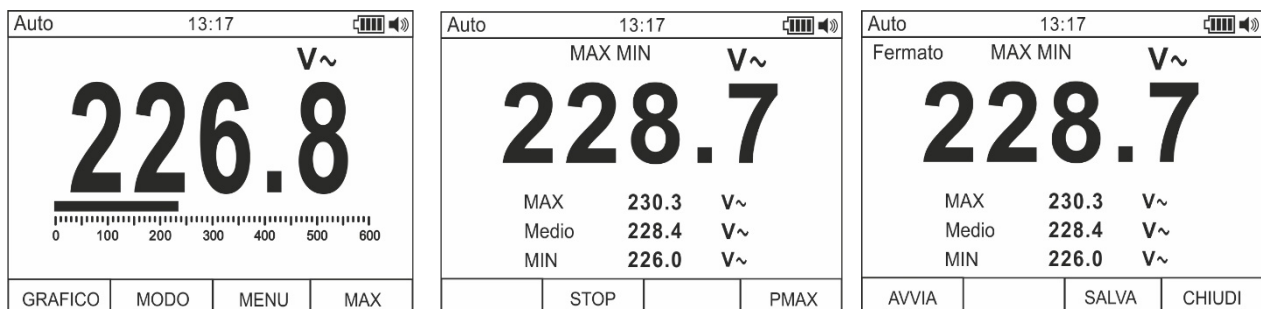

Abb. 6: Speicherung der MIN/MAX/MITTEL Werte
1. Drücken Sie die **F4** Taste, um in den Messmodus der MAX, MIN und Mittel-Werte der zu messenden Größe einzutreten (siehe Fig. 6 – Mitte). Die Meldung "MAX MIN" erscheint auf dem Display.
4. Drücken Sie die **F3** Taste, um das Messergebnis zu speichern (siehe Fig. 6 – rechter Teil) und das gespeicherte Ergebnis sich wieder anzeigen zu lassen (siehe §).